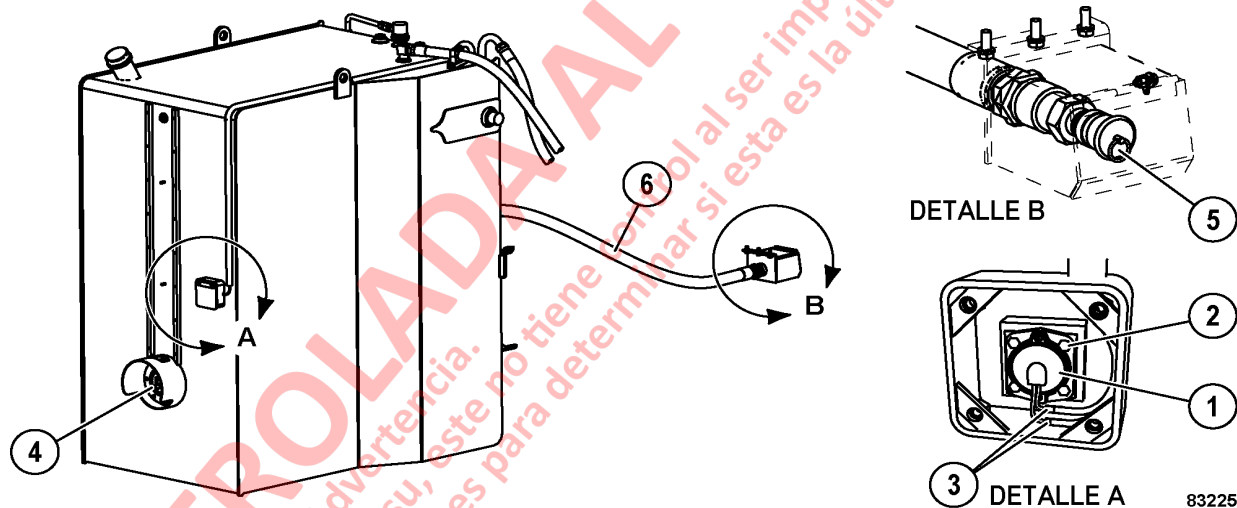

FIGURA 4-3. TRANSMISOR DEL INDICADOR DE COMBUSTIBLE Y RECEPTORES DE LLENADO RÁPIDO DE COMBUSTIBLE
El transmisor del indicador de combustible (1, Figura 4-3) proporciona una señal eléctrica para operar el indicador de combustible en el panel de instrumentos.
2. Instale el transmisor del indicador de combustible (1, Figura 4-3) en el tanque. Asegúrese de que el elemento flotante quede orientado correctamente y se mueva con libertad.
3. Instale los elementos de montaje del transmisor (2) y apriete los tornillos al torque estándar.
4. Conecte los cables a los terminales (3).
El conjunto del receptor de combustible (4, Figura 4-3) está montado en la parte delantera del tanque de combustible. El conjunto del receptor de combustible (5) está montado en la parte inferior del tanque hidráulico y conectado a la parte trasera del tanque de combustible mediante la manguera (6).